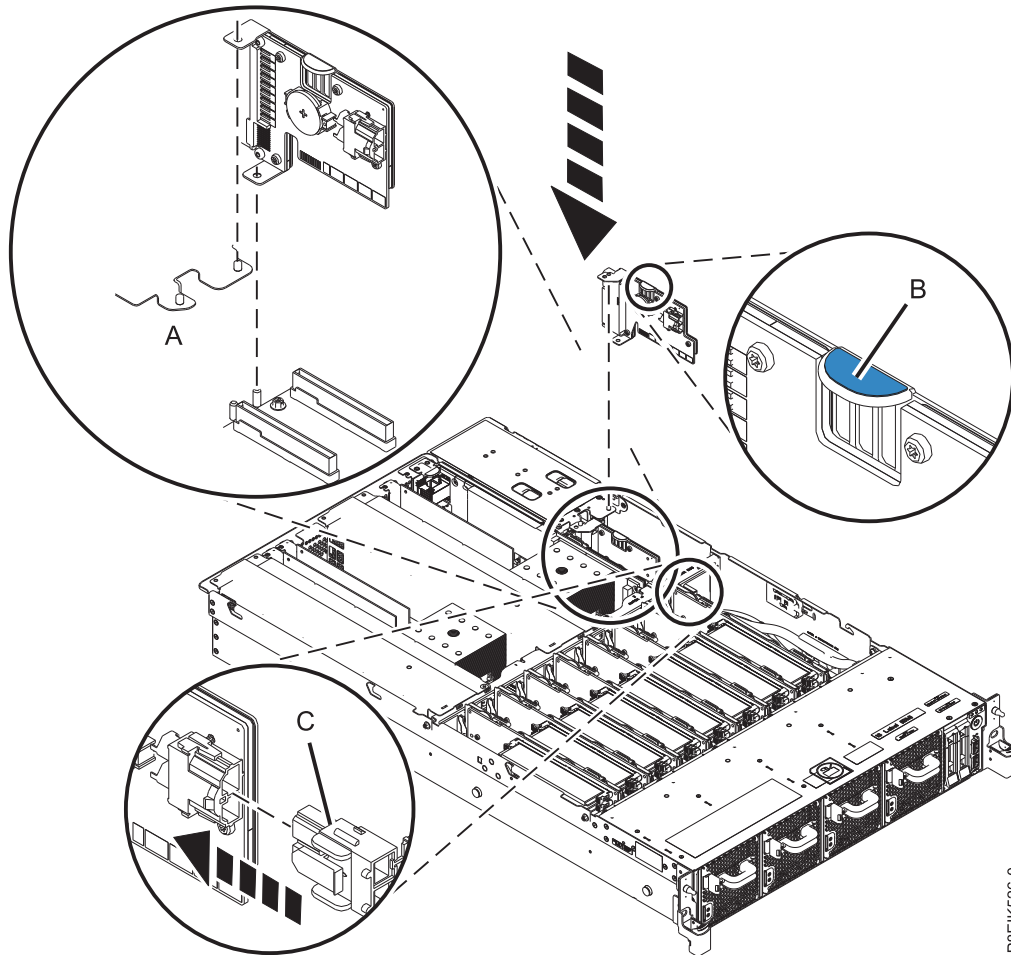

Figura 203. Sustitución de una tarjeta de expansión de alimentación en el sistema
- b. Utilizando las patillas de alineación (A), inserte la tarjeta de expansión de alimentación en la ranura. Vea la Figura 203.
- c. Vuelva a conectar el cable de alimentación del ventilador a la tarjeta de expansión de alimentación. Vea (C) en la Figura 203.